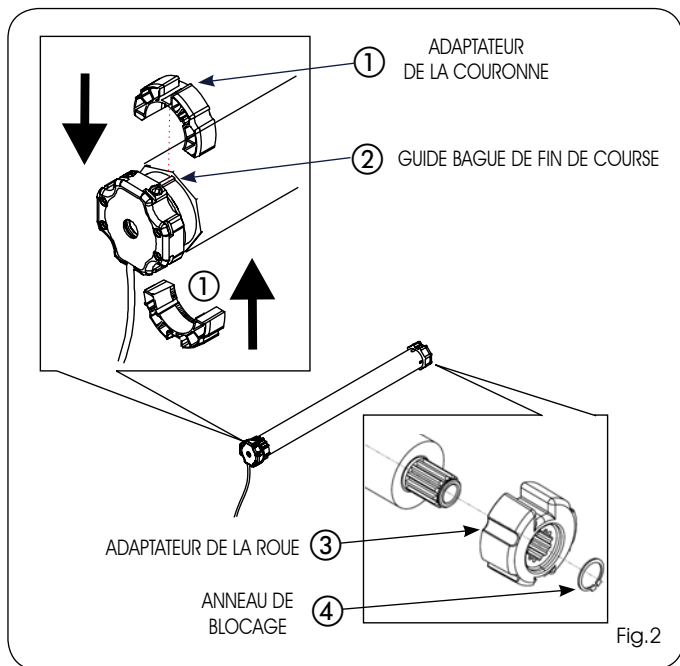

Fig.2
- 1) Enfiler l'adaptateur de la couronne (Fig.2 réf.①) dans le moteur tubulaire, jusqu'à ce que celui-ci soit complètement inséré sur le guide (Fig.2 réf.②) de la bague de fin de course.
- 2) Introduire l'adaptateur de la roue (Fig.2 réf. ③) dans l'arbre du moteur et le bloquer avec l'anneau de retenue fourni. (Fig.2 réf. ④)